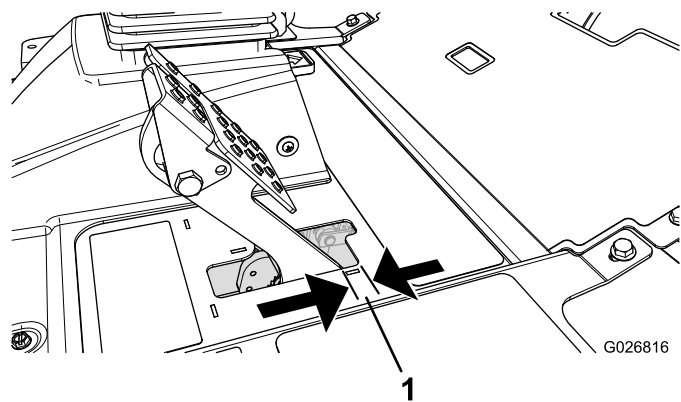

図 69
ブレーキペダルの「遊び」図 69が 25 cm 以上となったり、強く踏み込まないとブレーキの効きが悪いと感じられるようになったら、調整を行ってください。遊びとは、ブレーキペダルを踏み込んでから抵抗を感じるまでのペダルの行きしろを言います。
2. 図 69後ナットを締めてケーブルを後方に移動させて、ホイールがロックする前のブレーキペダルの遊びが 6.312.7mm なるように調整する。